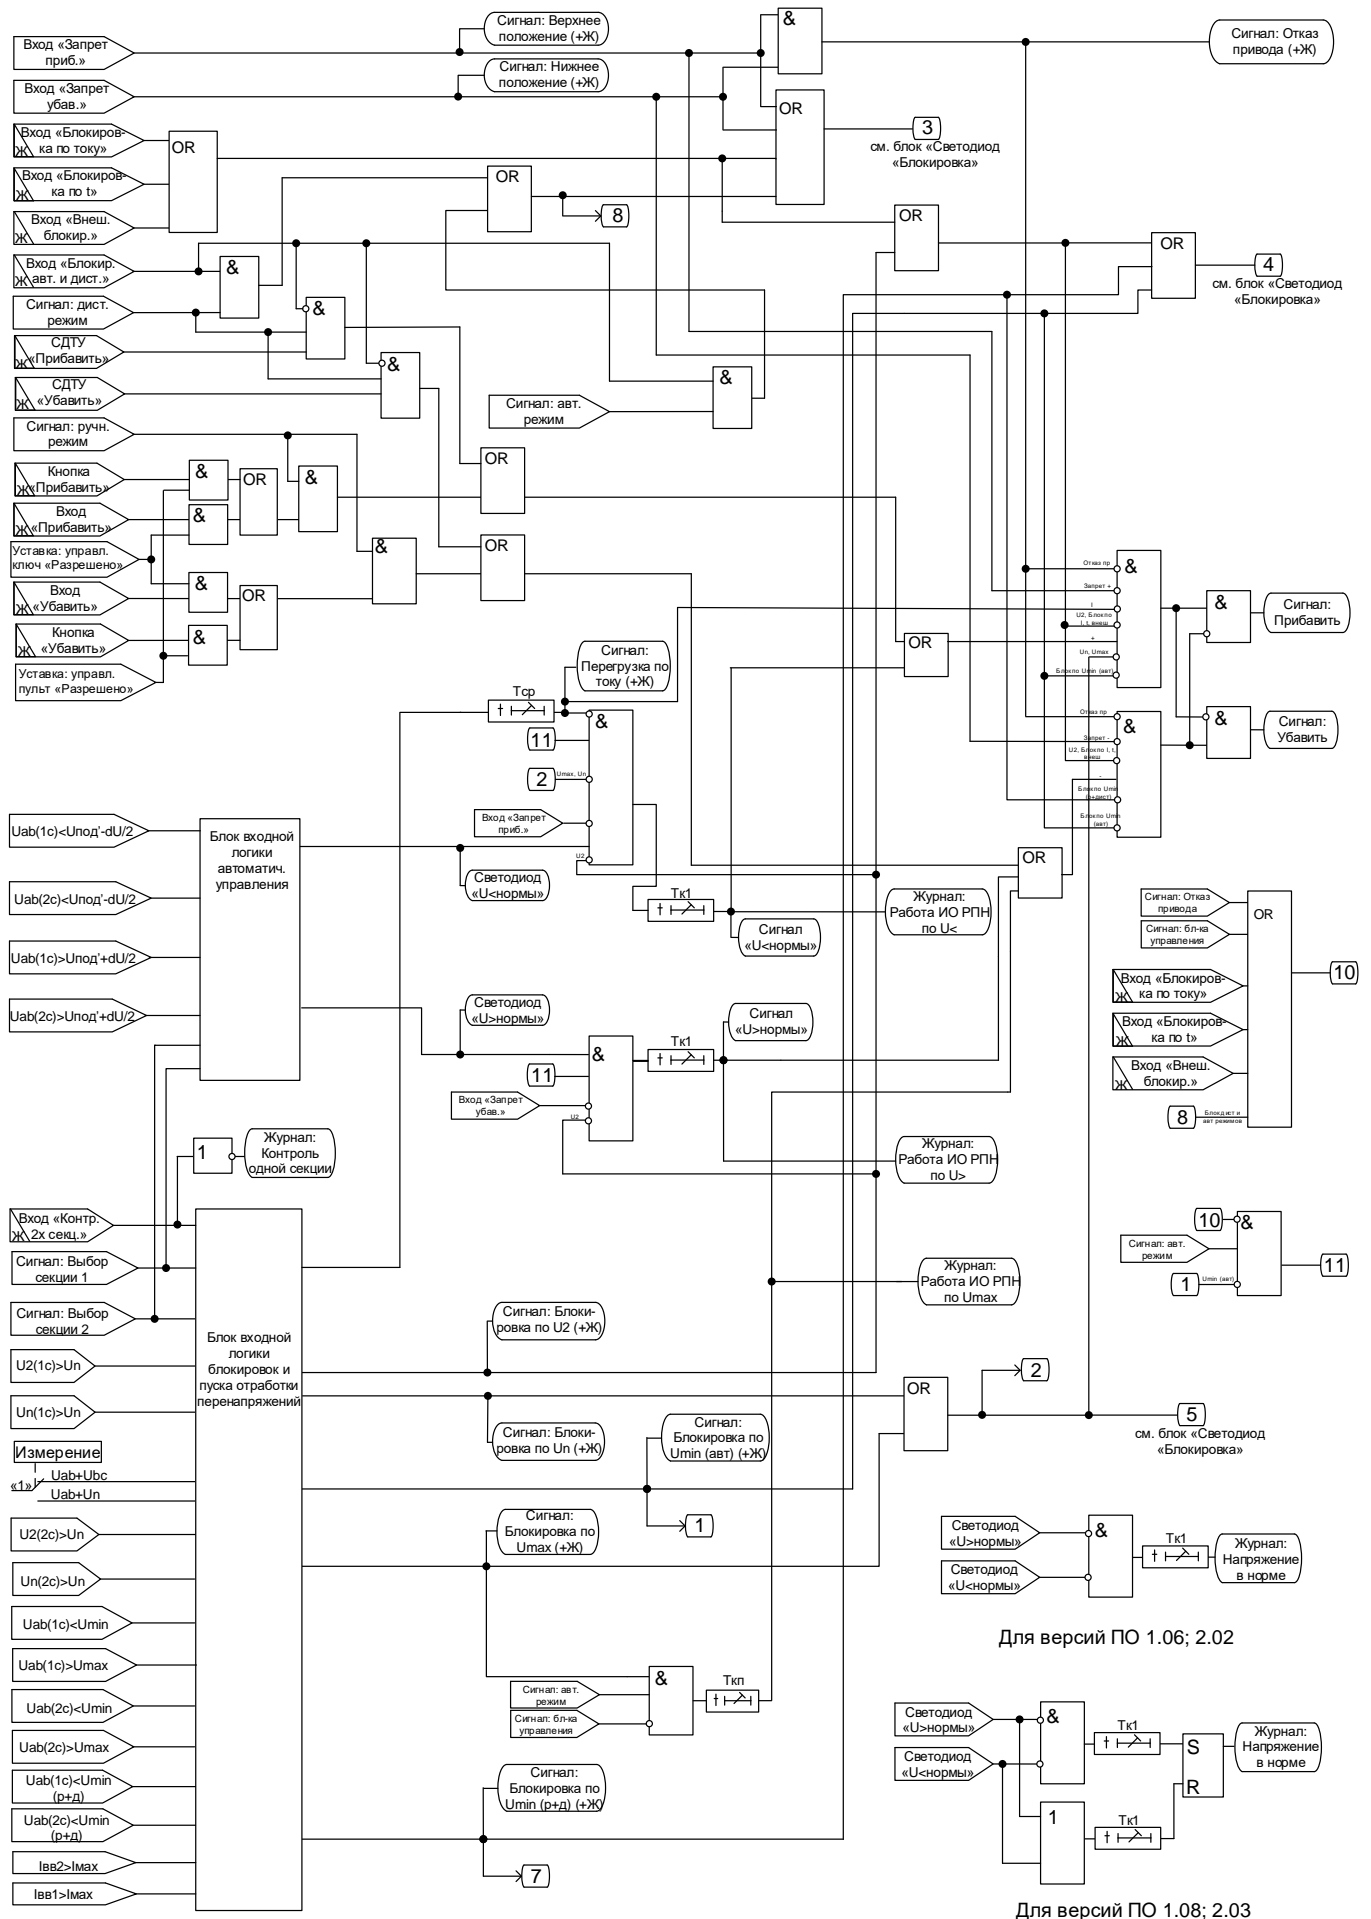
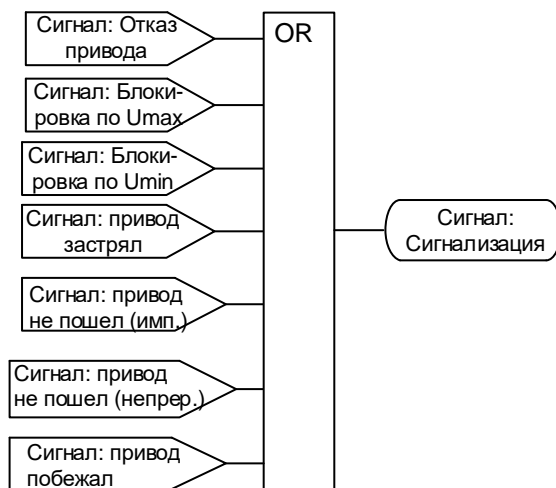

Рисунок 5.1 – Логика формирования команд управления
Рисунок 5.5 – Логика формирования сигналов «блокировка» и сигнала «неисправность привода»
**Блокировки.** Наличие любого сигнала внешней блокировки («Внеш. блок.», «Блокировка по току», «Блокировка по  $t$ ») запрещает формирование команд «Прибавить» и «Убавить» (см. рис. 5.1), формируется сигнал «Блокировка» (см. рис. 5.5). При снятии сигналов внешней блокировки пропадает сигнал «Блокировка», разрешается регулирование.
Если обнаружен сигнал от нижнего концевого выключателя (на входе «Запрет убавить»), то запрещается выдача команды «Убавить», формируется сигнал «Блокировка» (см. рис. 5.5). При снятии сигнала от концевого выключателя снимается сигнал «Блокировка».
Если обнаружен сигнал от верхнего концевого выключателя (на входе «Запрет прибавить»), то запрещается выдача команды «Прибавить» (см. рис. 5.1), формируется сигнал «Блокировка» (см. рис. 5.5). При снятии сигнала от концевого выключателя снимается сигнал «Блокировка».
При одновременном наличии сигналов на дискретных входах «Запрет прибавить» и «Запрет убавить» регулировка напряжения полностью запрещается, формируются сигналы «Блокировка», «Отказ привода», «Сигнализация». Регулятор деблокируется, когда будут сняты оба сигнала (см. рис. 5.1; 5.4; 5.5).
**Внутренняя блокировка по току.** Если в регулируемой секции ток ввода  $I_{вв} > I_{max}$ , то запрещается выдача команды «Прибавить», формируется сигнал «Блокировка», через время контроля перегрузки по току  $T_{ср}$  формируются длительный сигнал «Перегрузка» и импульсный сигнал «Сигнализация» (см. рис. 5.1). Сигналы «Блокировка» и «Перегрузка» сбрасываются, когда ток уменьшается ниже  $0,95 I_{max}$ .
**Внутренняя блокировка по  $U_2$**  предназначена для блокировки управления РПН при перегорании предохранителя в цепях ТН. Если в регулируемой секции напряжение  $U_2$  превышает уставку, то регулирование запрещается, формируется сигнал «Блокировка» (см. рис. 5.1 и 5.5). При снижении напряжения ниже 98% порогового значения пропадает сигнал «Блокировка», разрешается регулирование.
**Работа при достижении  $U_{min}$ .** Если в регулируемой секции в автоматическом режиме управления действующее значение напряжения меньше  $U_{min}$ , то запрещается регулирование, формируется длительный сигнал «Блокировка» и импульсный сигнал «Сигнализация» (см. рис. 5.1; 5.4 и 5.5). При повышении напряжения выше  $1,02U_{min}$  сбрасывается сигнал «Блокировка», разрешается регулирование.
В ручном или дистанционном режимах управления при снижении действующего напряжения регулируемой секции меньше  $U_{min}(p+d)$ , запрещается формирование команды «Убавить», формируется длительный сигнал «Блокировка» и импульсный сигнал «Сигнализация» (см. рис. 5.1; 5.4 и 5.5). При повышении напряжения выше  $1,02U_{min}(p+d)$  сбрасывается сигнал «Блокировка», разрешается формирование команды «Убавить».
- запрещается выдача команды «Прибавить», формируется длительный сигнал «Блокировка» и импульсный сигнал «Сигнализация» (см. рис. 5.1; 5.4 и 5.5);
**Контроль двух секций.** Если контролируются обе секции (установлен сигнал «Две секции») и обнаружено превышение граничных условий в любой из двух секций («Перегрузка», «Перенапряжение», «Низкое  $U$ » и т.д.), то формируется длительный сигнал «Блокировка» и импульсный сигнал «Сигнализация» и блокируется выдача соответствующей команды управления (см. рис. 5.1; 5.4 и 5.5).
Если условие (5.4) выполняется, то спустя время Тк1 формируется сигнал «Прибавить» (см. рис. 5.1).
**Программа понижения напряжения.** Если выполняется условие (5.5), то включается светодиод «U>нормы», запускается таймер Тк1 (задержка формирования первичной команды на управление приводом). В течение этого времени контролируется выполнение условия (5.5). Если условие (5.5) не выполняется, то сбрасывается подсчет Тк1 и выключается светодиод «U>нормы». Если условие (5.5) выполняется, то спустя время Тк1 формируется сигнал «Убавить» (см. рис. 5.1).